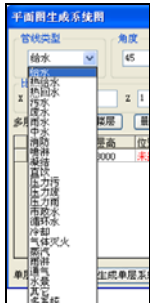

图 3-4 管线类型菜单
- “管线类型”选项：在选项的下拉菜单中可以选择所生成系统图的管线类型，如图 3-4 所示。需要注意的是，该选项必须与被转换平面图内的管线类型相一致，否则程序不予生成系统图。